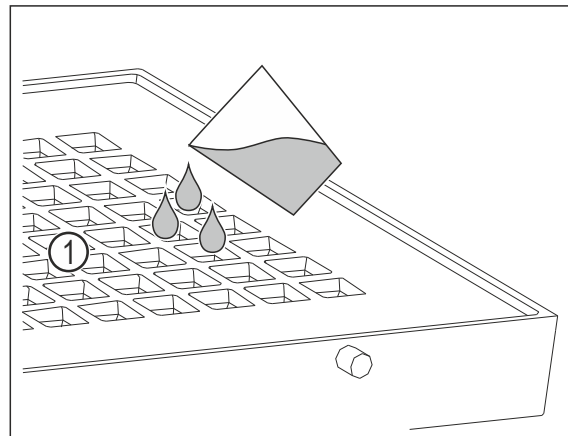

Fig. 109
- ▶ Залийте воду, щонайбільше 400 мл через отвори Fig. 109 (1) у кришці.